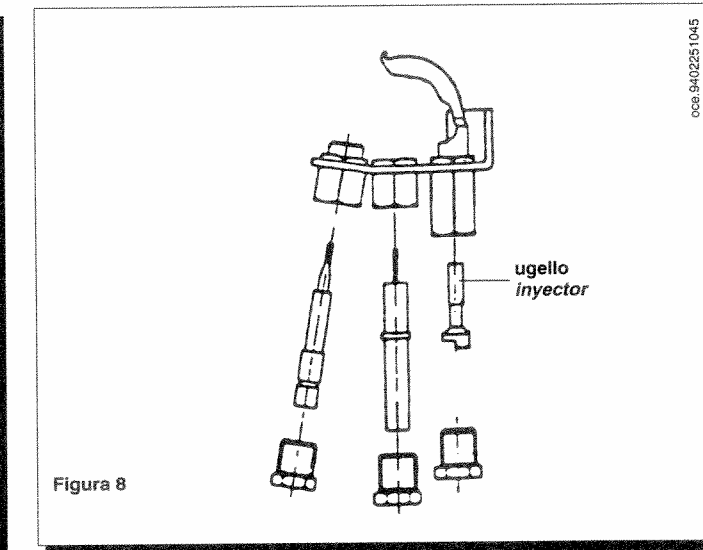

Figura 8
- sostituire l'ugello del bruciatore pilota (figura 8).
- substituir el inyector del quemador piloto (figura 8).